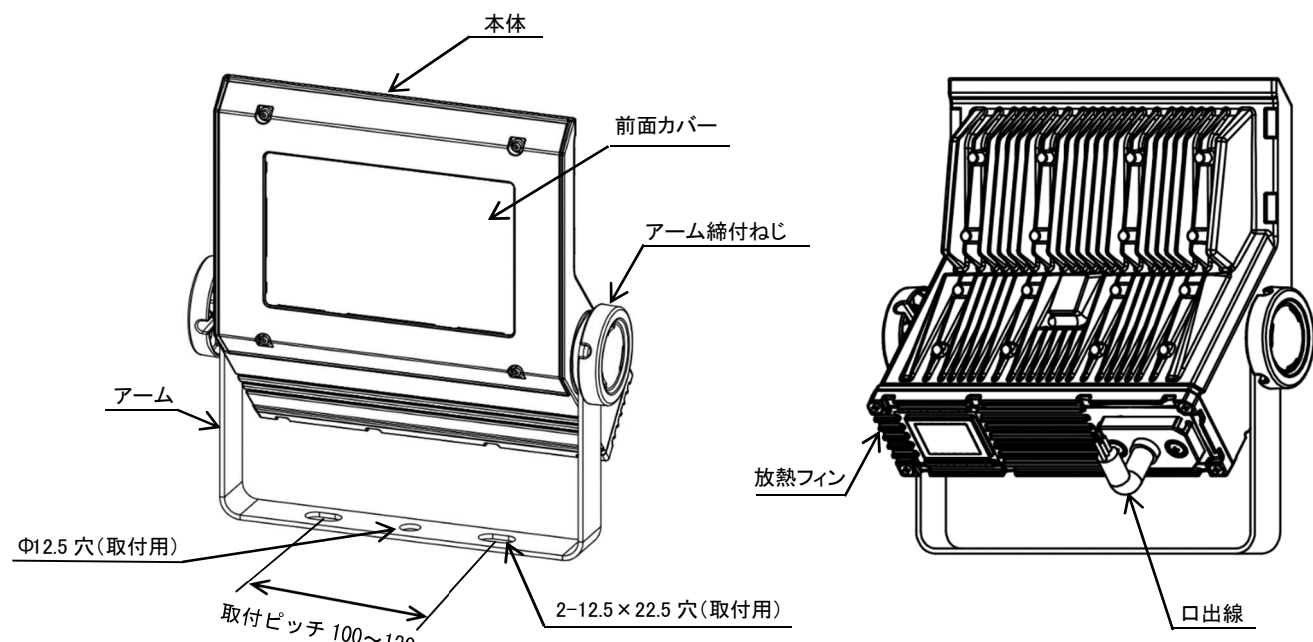
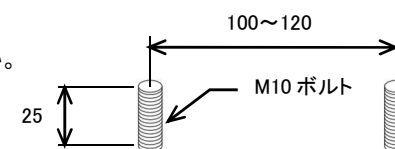

図1
図2
- 投光器のアームには図1のように取付穴が設けてありますので、M10ボルトに平座金、ばね座金、六角ナットの順に入れ、適正締付トルク17~24N・mで緩みのないように確実に締付けてください。構造物などに直接取り付ける場合は、2箇所以上で緩みのないように確実に締め付けてください。構造物にボルトを施設する場合は、図2のようなボルト長さにしてください。締め付けが不十分な場合、投光器の落下による事故の原因になることがあります。